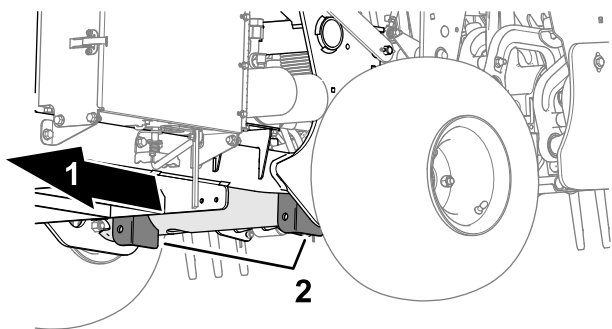

Figura 139
3. Coloque el gato firmemente debajo de la placa del bastidor, justo por dentro de la rueda trasera (Figura 139).